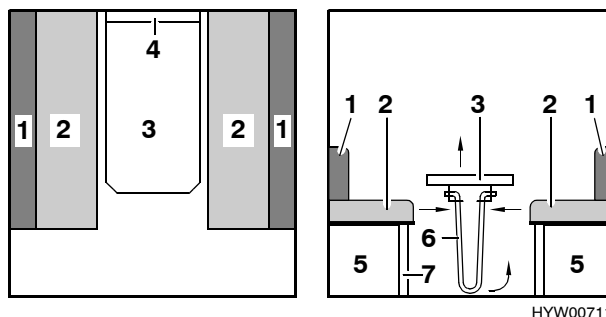

Fig. 43 Prima della trasformazione
- Sollevare leggermente il piano del tavolo in avanti (Fig. 43,3).
- Comprimere il piede del tavolo (Fig. 43,6) in alto e ribaltarlo sul lato inferiore del tavolo.
- Alzare il piano del tavolo di circa 45° e sollevarlo dalla guida di supporto (Fig. 43,4) e metterlo da parte. Il tavolo non è necessario per la trasformazione dei letti.